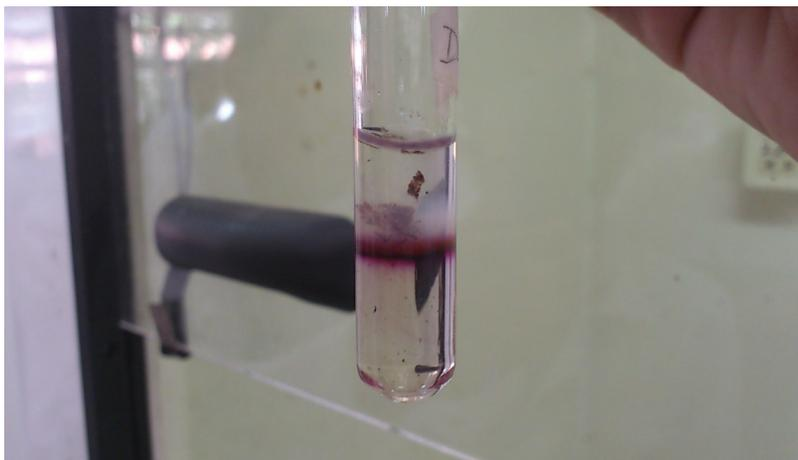
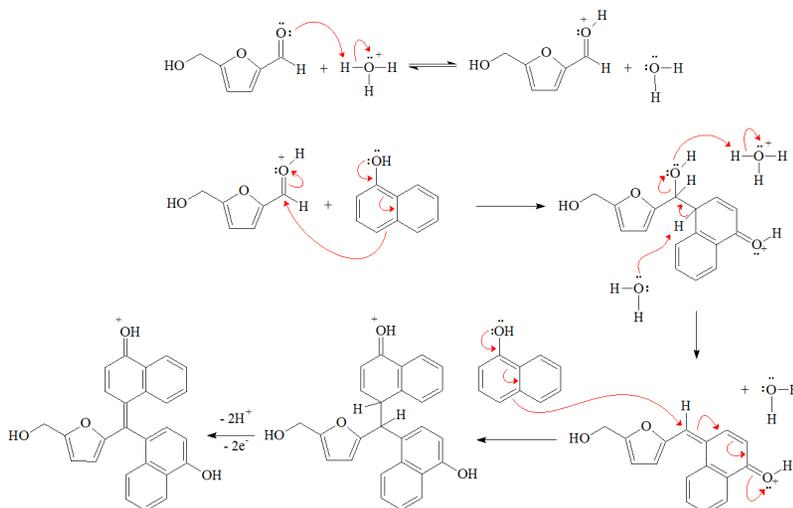

Figura 3 - Resultado do *Teste de Molish*.
Figura 4 - Mecanismo da reação de Molish.
1. Todas as substâncias testadas são carboidratos, logo todas darão *teste de Molish* positivo (Figura 3). Entretanto, o amido e a celulose são polissacarídeos, o que significa que antes de desidratarem eles necessitam romper as suas ligações glicosídicas. Após o rompimento eles dão o teste positivo normalmente, mas isso retarda um pouco o aparecimento do anel, sendo o teste mais lento para polissacarídeos. O mecanismo da reação é mostrado na Figura 4.